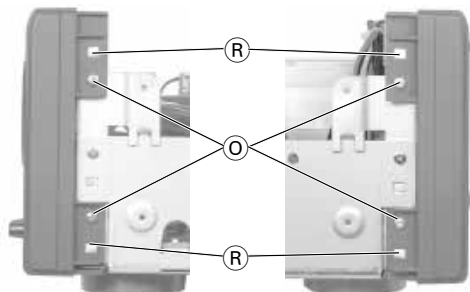

Fig. 12
- Je 2 Schrauben  (Fig. 12) links und rechts der Frontblende herausdrehen.
- Laschen  der Frontblende ausrasten (Fig. 12/13).
- Undo 2 screws  each (Fig. 12) on the left and right of the front cover.
- Disengage the lugs  of the front cover (Fig. 12/13)